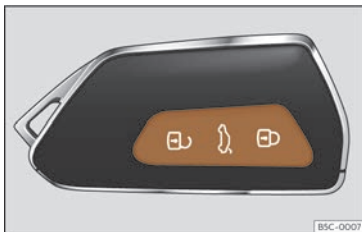

Fig. 70 Chave por control remoto: teclas.
- Bloquear: prema o botón >>> **fig. 70**.